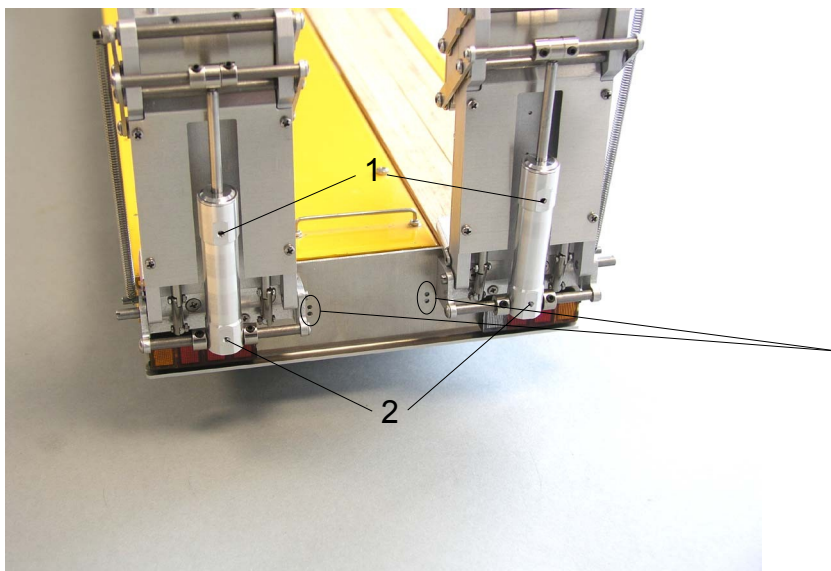

Bild 8
An dem T-Stück (1) werden die beiden Kopfanschlüsse (obere Löcher) und an dem T-Stück (2) die beiden Fußanschlüsse (untere Löcher) zusammengefasst. (siehe auch Bild 8)